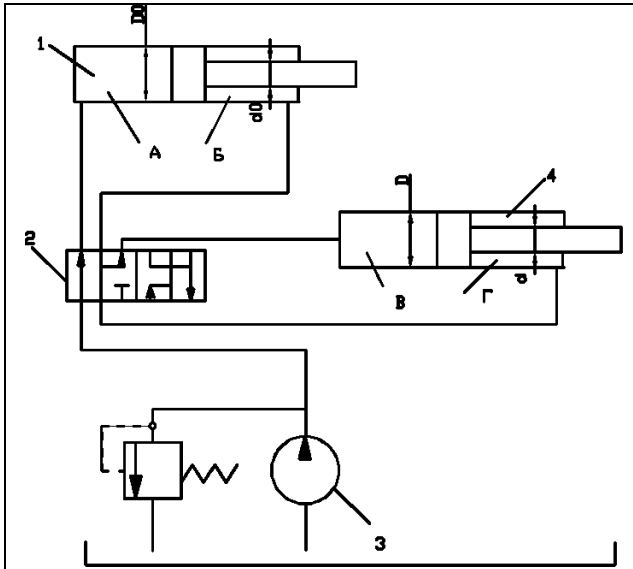

Рисунок 17
17. В объемном гидроприводе (рис. 17) используются гидроцилиндры 1 и 4 с манжетным уплотнением поршня и штока и расчетными диаметрами $D_0 = 140$ мм, $d_0 = 60$ мм, $D = 100$ мм, $d = 40$ мм. Насос 3 создает давление $p_n = 10$ МПа. Пренебрегая утечкой масла в гидроаппаратуре, определить подачу Q_n , развиваемую насосом 3, и потребляемую им мощность N_n , когда поршень гидроцилиндра 4 перемещается вправо со скоростью $v = 5$ м/с. Общий КПД насоса $\eta_n = 0,8$.